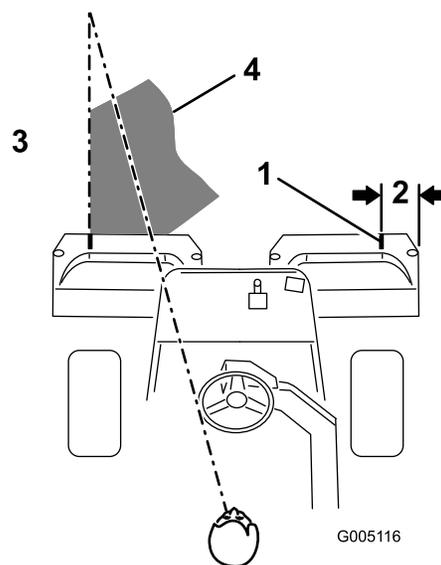

図 26
**注** グリーン内をぶれずにきれいに直進し、刈り込みの済んだ列との距離を一定に保って走るためには、車体前方 1.8 から 3 m のところに視線を置いて、刈り込み済みの済んでいる列にラインを合わせるようにするのがコツです 図 26。ハンドルを目印にして距離を合わせても良いでしょう。その場合、ハンドルの縁と本機前方の目標ラインとを重ねて見ながら運転します。